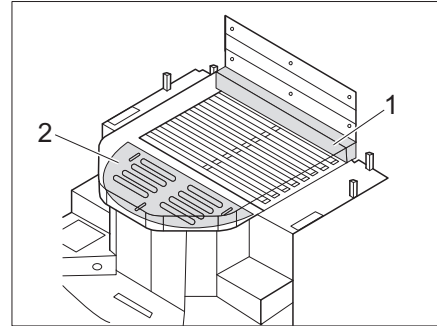

Bild 183 Bett mit Matratzenverlängerung (mit Zusatzmatratze und Auszugsbrett)
- Zusatzmatratze (Bild 183,1) an der Stirnseite des Queensbetts einlegen.
- Auszugsbrett (Bild 183,2) ausziehen.